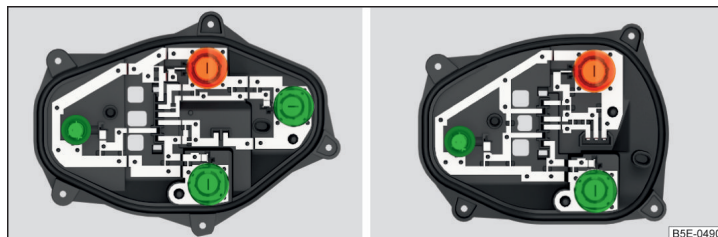

Fig. 339 Parte interior de la lámpara: Lámpara ambiente / lámpara con medios de iluminación LED
- Gire la bombilla respectiva » fig. 339 hasta el tope **en sentido contrario** al de las agujas del reloj y extráigala del portalámparas.